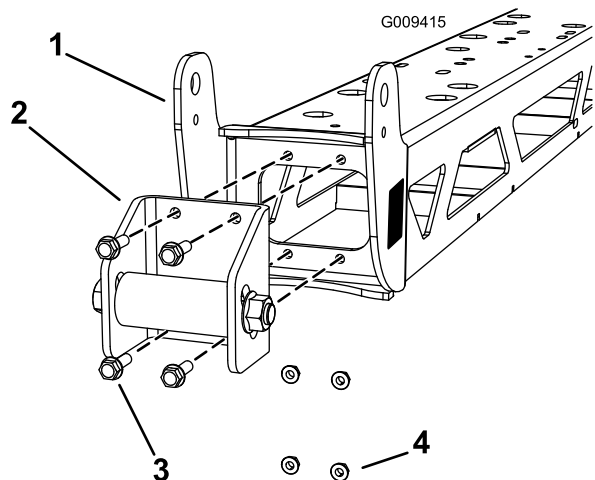

図 1
2. ストップを (図 1) のように固定している4本のボルト & Bolt5_16x1、およびナット & Nut5_16 を外す。